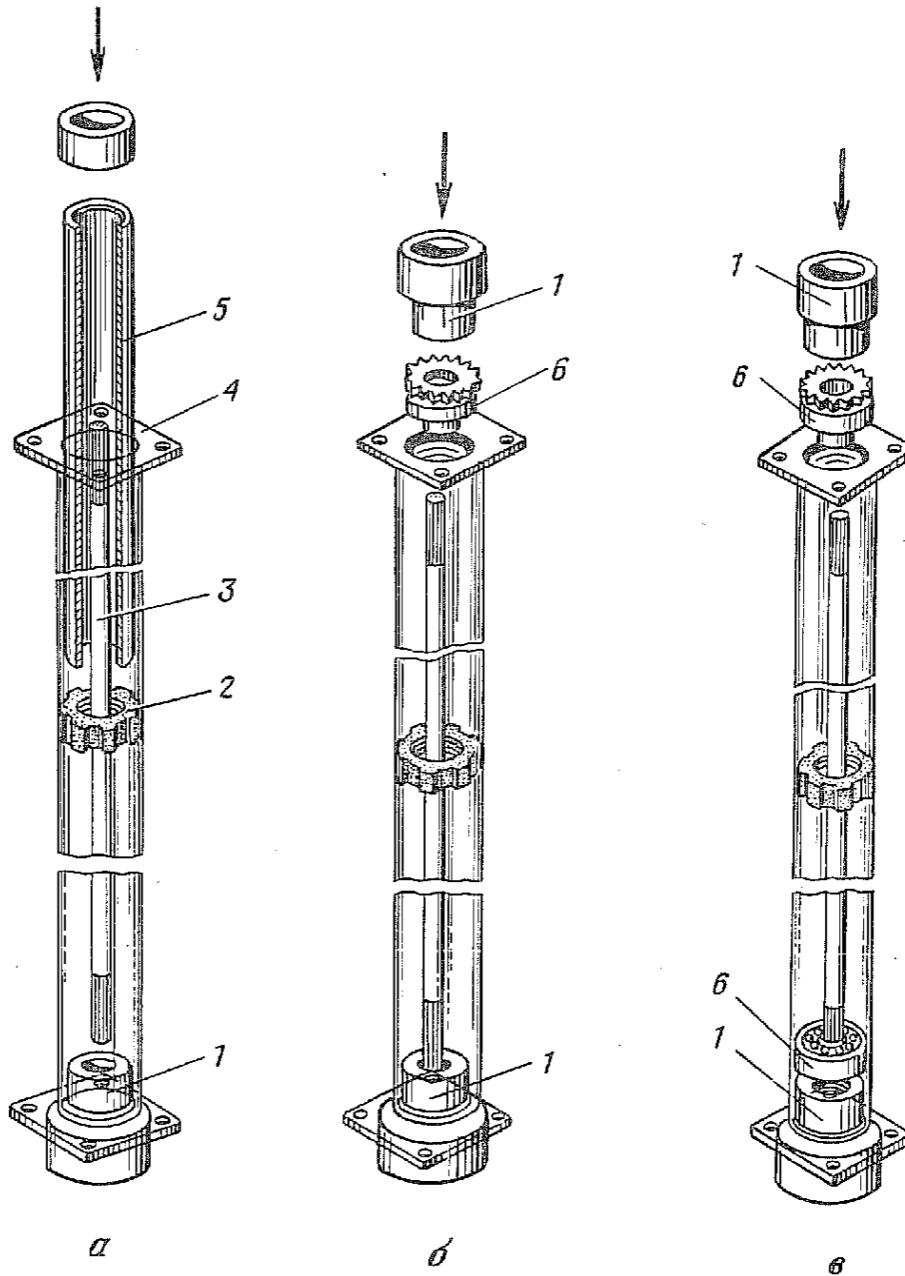

Рис. 160. Сборка приводного вала:
3.4. Запрессовать приводной вал 3 (рис. 160, а) в сборе со средним подшипником и резиновой подушкой в кожух 4 приводного вала (труба, молоток 500 г, наставка, оправка).
3.5. Установить на шлицевой конец приводного вала зубчатый хвостовик 6 (рис. 160, б) в сборе с подшипником и запрессовать в кожух приводного вала до упора (оправка — 2 шт., молоток 500 г).
3.6. Повторить переход 3.5 (рис. 160, в) для другого конца приводного вала (оправка — 2 шт., молоток 500 г).